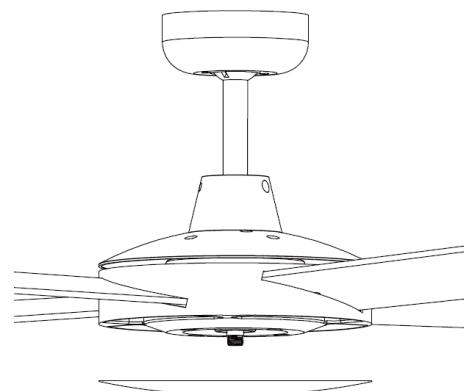

Abb. 7
5. Drehen Sie die Abdeckung im Uhrzeigersinn wieder an. Abb. 7